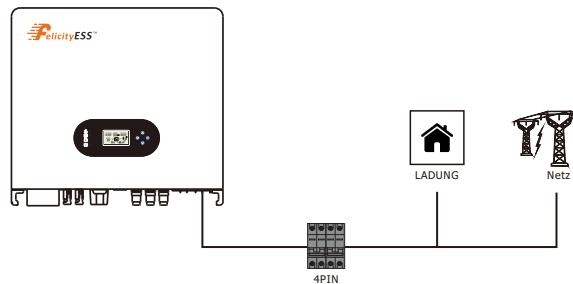

Abbildung 4.3-2 Anschluss des AC-Unterbrecher
1. Auf der AC-Seite sollte der individuelle Unterbrecher zwischen Wechselrichter und Netz, jedoch vor den Lasten angeschlossen werden. Siehe Abbildung 4.3-2.